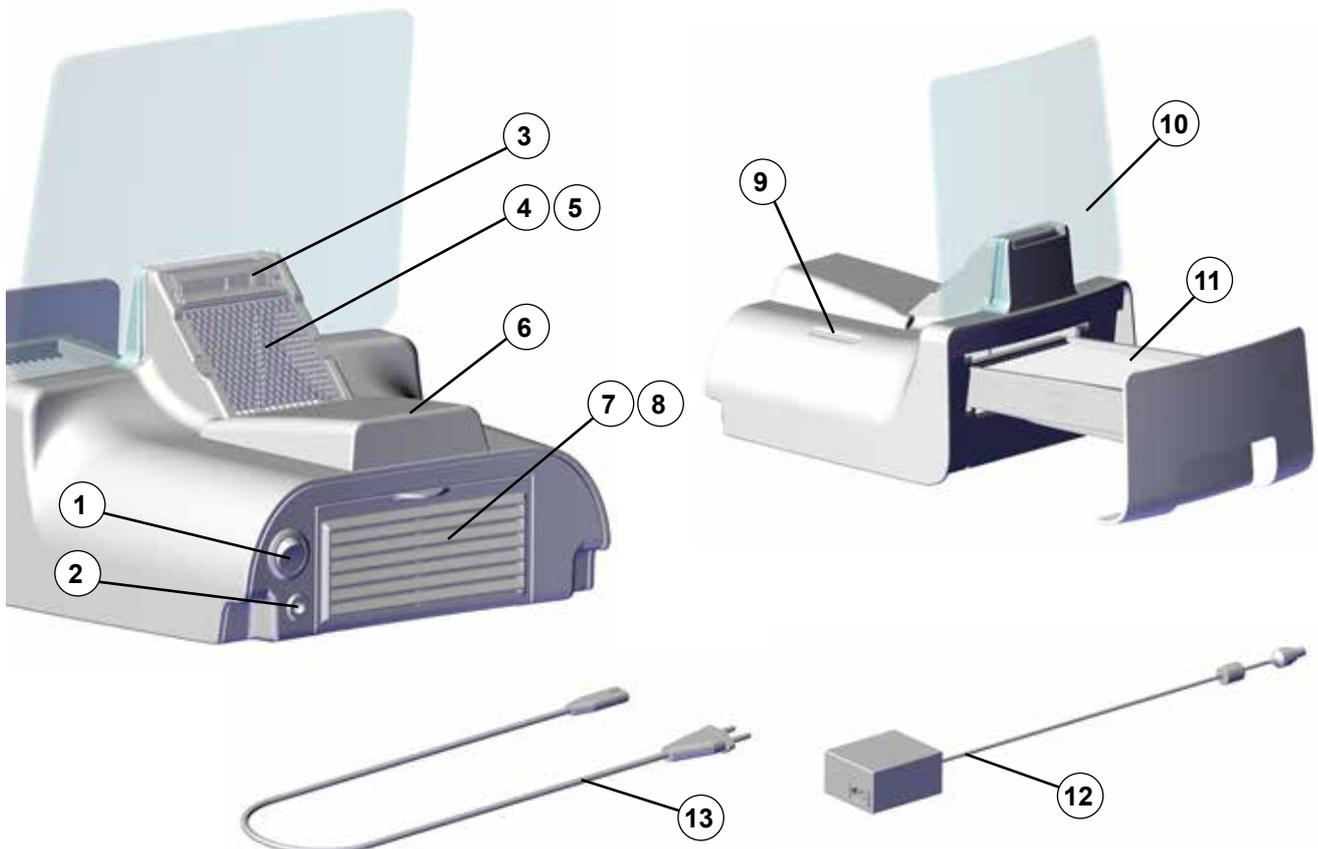

Abb. 1
- ⇒ Gerät am Ein- / Aus-Schalter (1, Abb. 1) ausschalten.
- ⇒ Netzkabel (13, Abb. 1) in Ladegerät (12, Abb. 1) einstecken.
- ⇒ Ladestecker in Ladebuchse (2) einstecken.
Das Gerät wird am Ein-Aus-Schalter (1, Abb. 1) ein- und ausgeschaltet.